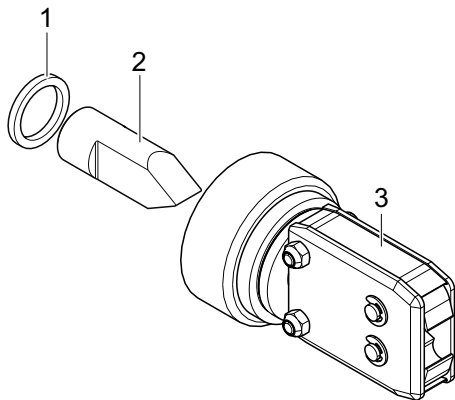

Fig. 30: Kit de cabezal de tenaza
- Arandela espaciadora (Fig. 30/1)
- Émbolo (Fig. 30/2)
- Cabezal de la tenaza Fig. 30/3)